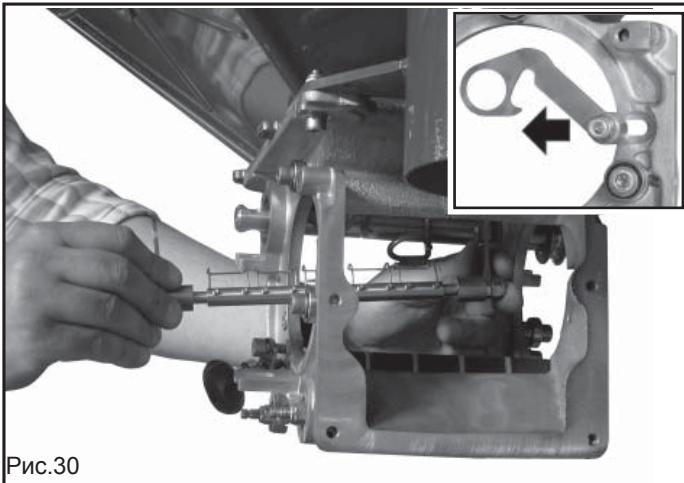

Рис.30
- 4) Выньте вал эластиЧных чистиков из их гнезд (Рис. 30).